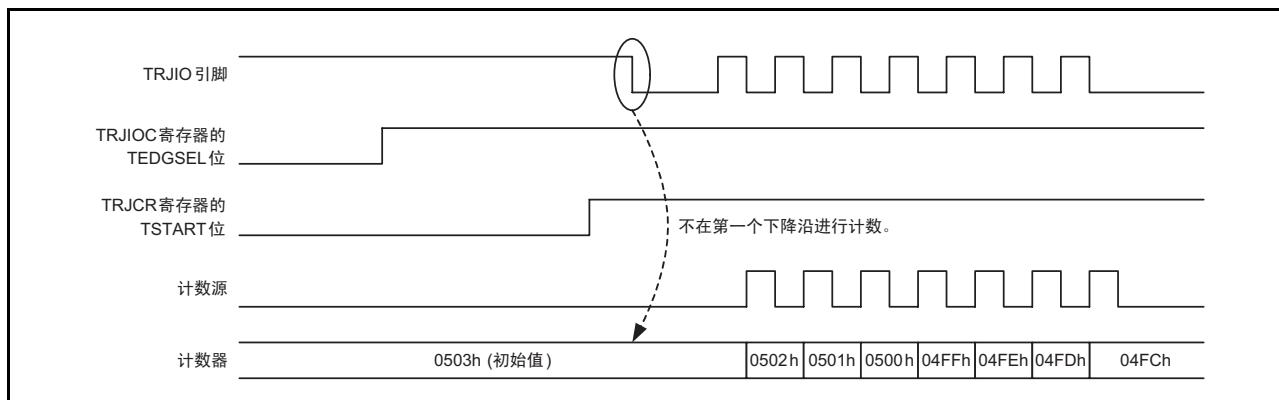

图 21.4 事件计数器模式的外部事件信号时序图（1）
9. 在事件计数器模式中将TRJIOC寄存器的TEDGSEL位置“1”（在下降沿进行计数）并且对外部信号（TRJIO）进行计数的情况下，有可能因TRJCR寄存器的TSTART位的状态而无法正确地进行计数（参照图21.4）。